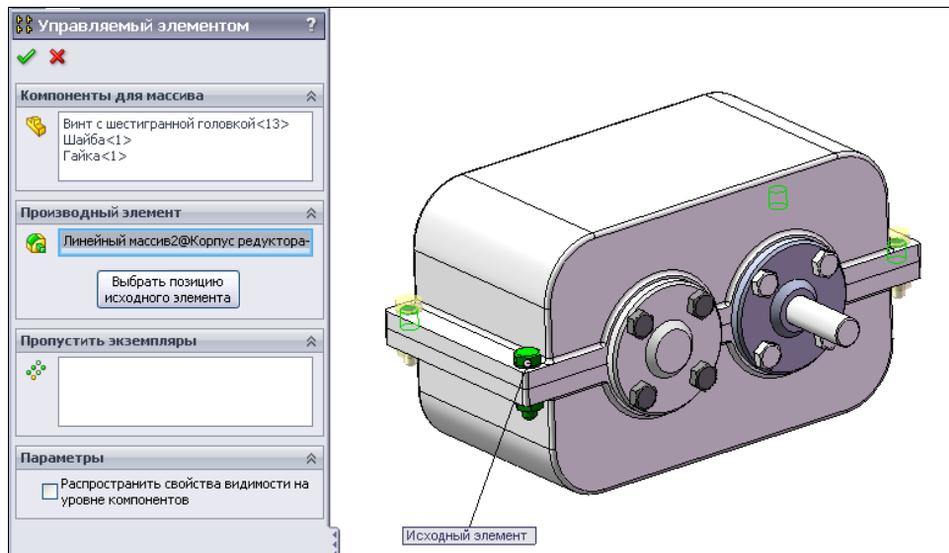

Рис. 6.62
40. На экране откроется окно **Управляемый элемент** (рис. 6.62). В разделе **Компоненты для массива** укажем детали, которые будут собираться по массиву. В данном случае такими деталями являются Винт с шестигранной головкой, Шайба и Гайка. Чтобы выделить детали, достаточно щелкнуть мышью по их изображению. В разделе **Производный элемент** поместим название линейного массива. Для этого откроем Дерево Конструирования сборки, в нем выберем **Корпус редуктора <2>** и щелкнем по элементу **Линейный массив2** (рис. 6.62).